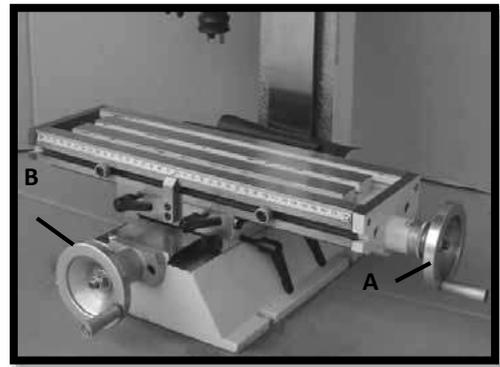

Рис. 04
**Маховик продольного перемещения (А, Рис. 04)** расположен на боковой стороне стола. Служит для перемещения стола в продольном направлении.
**Маховик поперечного перемещения (В, Рис. 04)** расположен на передней стороне основания станка. Перемещает стол от колонны или к колонне.